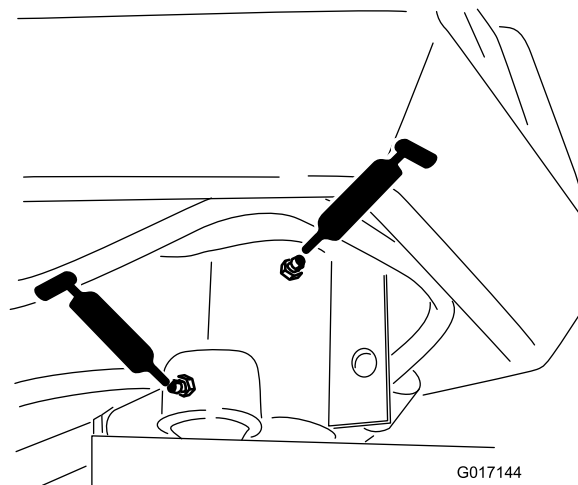

**Figura 36**
- El conjunto del buje del rodillo trasero, o si está equipado con un kit de tracción a 3 ruedas, los embragues de rodillos de la rueda trasera y el cojinete de bolas externo (1) (Figura 36).